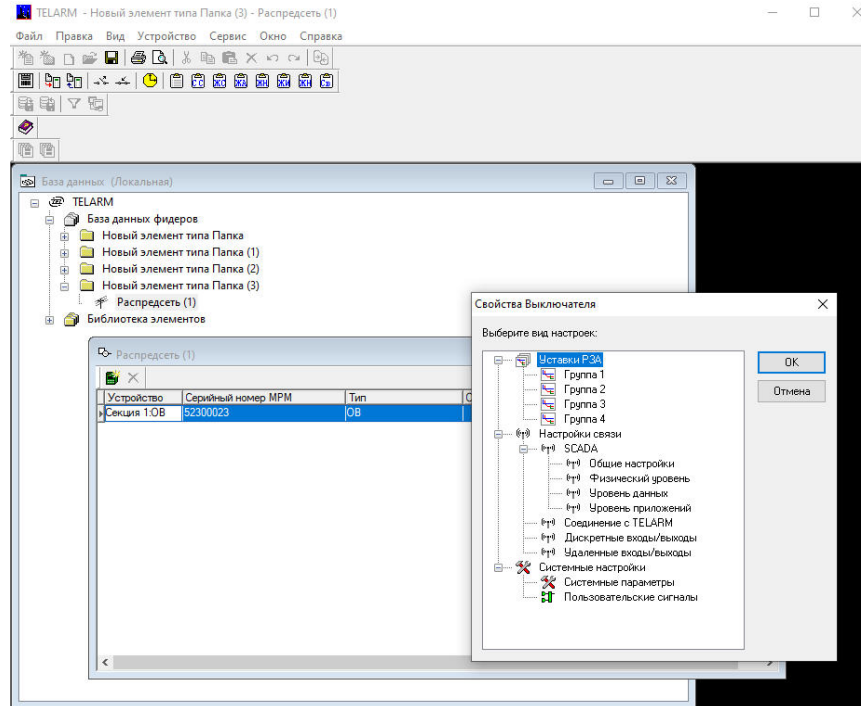

Рис.4.19. Выбор настроек для редактирования
- Открыть «Свойства выключателя» нажатием правой клавиши мыши и выбрать настройки для редактирования, рис. **Рис.4.19**.